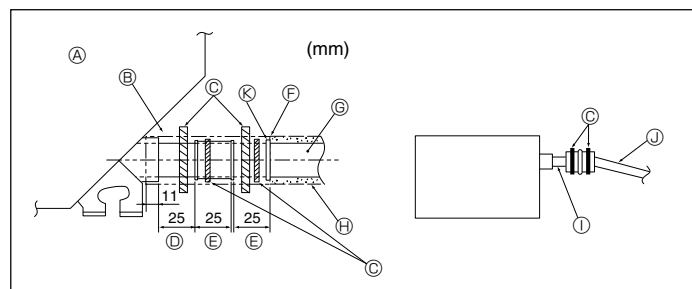

Fig. 5-2
- 1 Raccorder la prise d'écoulement (fourni avec l'appareil) au port de drainage. (Fig. 5-2) (Apposer le tube à l'aide de ruban adhésif en PVC puis le fixer avec une sangle.)